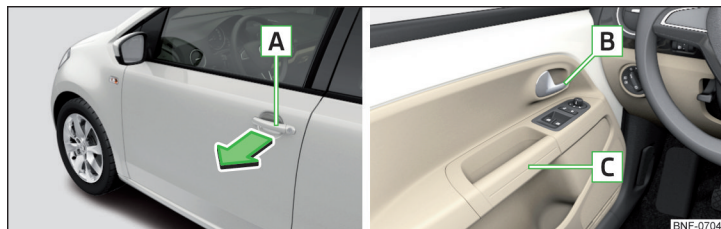

Fig. 29 Dørhåndtag
- For at **åbne udefra** skal du låse bilen op og trække i dørhåndtaget  i pilens retning » Fig. 29.